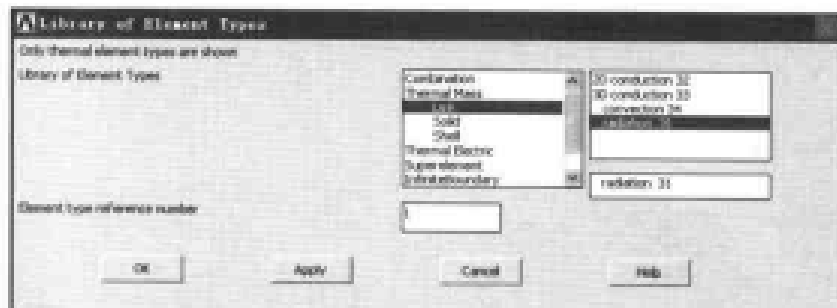

图 11-2 单元类型列表对话框
(1) 选择 Main Menu | Preprocessor | Element Type | Add/Edit/Delete 命令，出现 Element Type 对话框，单击 Add 按钮，出现 Library of Element Types 对话框。
(2) 在 Library of Element Types 的两个列表框中分别选择 Thermal Link、3D radiation 31 选项，在 Element type reference number 文本框中输入 1，如图 11-2 所示，单击 OK 按钮关闭该对话框。